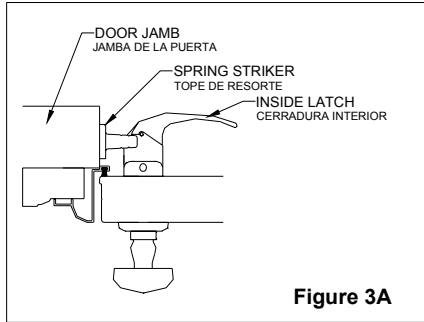

Figure 3A
**A:** Place the spring loaded latch striker on the latch side of the door jamb. **Figure 3A**
**A:** Placez la gâche de verrou à ressort sur le côté du verrou du jambage. **Figure 3A**